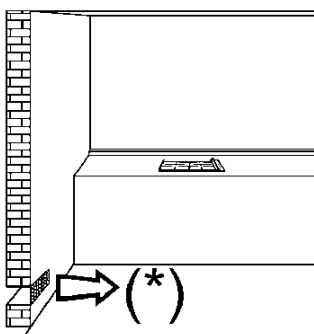
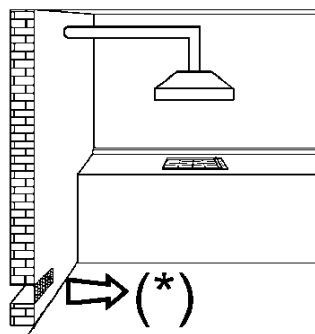
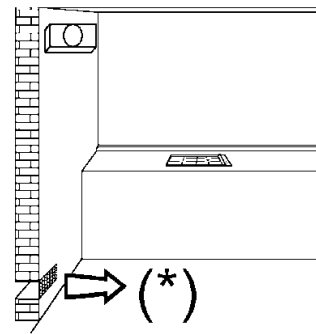

FIG. 3
FIG. 4
FIG. 5
- a utilização de um aparelho de cozinhar a gás produz calor e humidade no local onde está instalado, portanto, é necessário garantir uma boa ventilação do local, mantendo as aberturas da ventilação natural desobstruídas (fig. 3) e ativando o dispositivo de ventilação mecânico (ver. fig. 4 e fig. 5).
Para que o aparelho funcione corretamente, é indispensável que o local de instalação seja permanentemente ventilado. A quantidade de ar necessária é a exigida pela combustão regular do gás e pela ventilação do local, cujo volume não poderá ser inferior a 20 m³. O ar deve entrar naturalmente por via direta através de aberturas permanentes, que atravessam a parede do local a ventilar, alcançando o lado exterior com uma área mínima de 100 cm² (veja fig. 3).
Os aparelhos para cozinhar a gás devem sempre libertar os produtos da combustão por meio de exaustão ligada a chaminés ou diretamente ao exterior (veja fig. 4). Caso não exista a possibilidade de aplicação de exaustão, admite-se o uso de um ventilador elétrico instalado na janela ou numa parede que dê para o exterior, o qual deverá funcionar junto com o aparelho (veja fig. 5), desde que a Norma NP-1037 em matéria de ventilação seja respeitada.